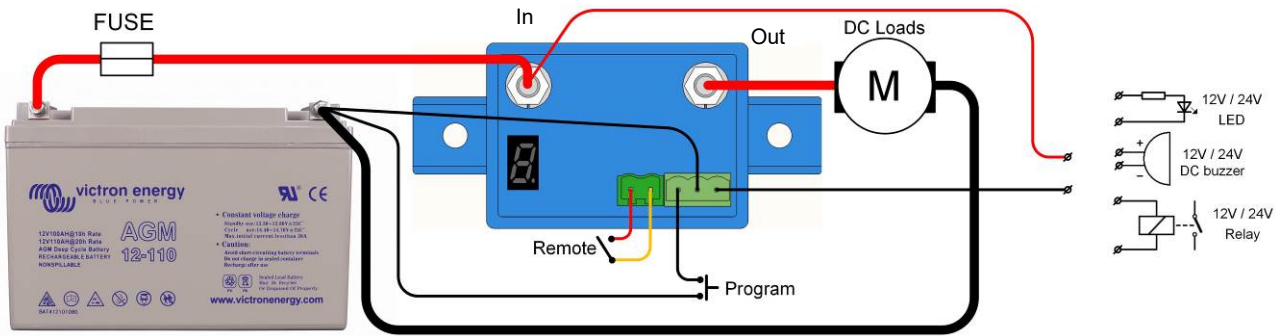

Figura 1 Diagrama de conexión del BP-65
- El BatteryProtect (BP) deberá instalarse en una zona bien ventilada y preferiblemente cerca de la batería (50 cm como máximo), ipero no sobre ella, para evitar los posibles gases corrosivos que desprende! **La caída de tensión provocada por un cable de sección inferior a la adecuada o por su excesiva longitud entre el positivo de la batería y el BP puede dar lugar a una alarma de cortocircuito al iniciarse la carga, o a una desconexión inesperada.**
- Puede conectarse un interruptor remoto on-off al conector bifásico (ver figura 1) o entre el pin 2-1 del conector bifásico y el positivo de la batería.
- Puede conectarse una señal acústica, LED o relé entre la salida de alarma y el positivo de la batería (ver figura 1). Carga máxima sobre la salida de alarma: 50 mA (a prueba de cortocircuitos).